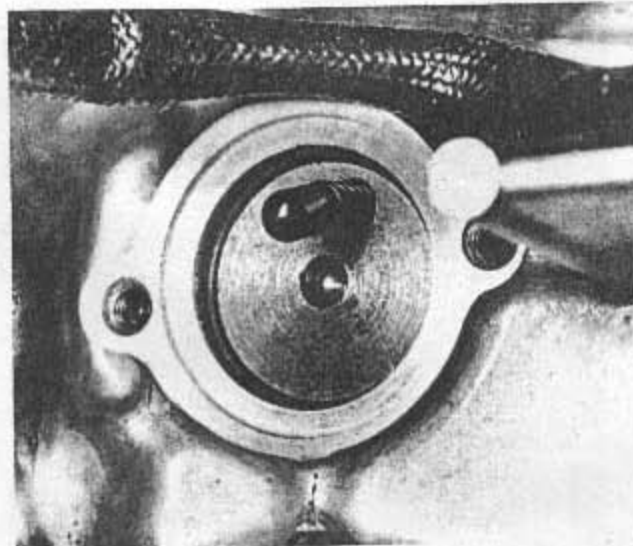

Bild 40
- Man drehe die beiden Schrauben heraus, welche den Ganganzeigeschalter an der Getriebewandung sichern, und hebe den Schalter zusammen mit seinem Dichtring ab. Der Schalterkontakt und dessen Feder sind aus dem Ende der Schaltwalze herauszuheben und an einem sicheren Ort zu verwahren (Bild 40).